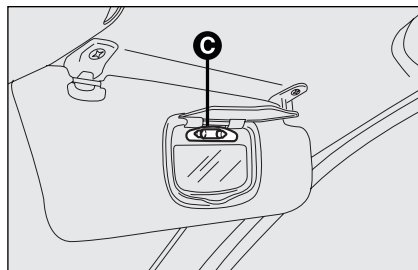

fig. 50
- ☐ remplacer la lampe **C**-fig. 50 en la dégageant des contacts latéraux, et en s'assurant que la nouvelle ampoule soit correctement bloquée entre les contacts mêmes.